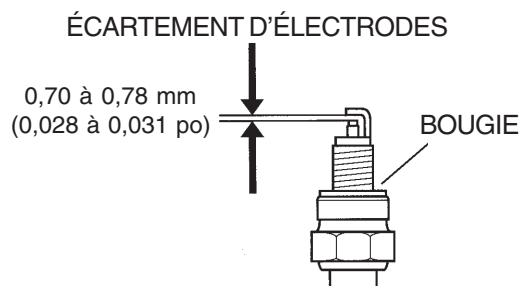

Figure 13. Bougie
- Pour les moteurs Honda, régler l'écartement des électrodes (figure 13) à 0,70 à 0,78 mm (0,028 à 0,031 po). Pour les moteurs Vanguard, ajuster l'écartement des électrodes à 0,76 mm (0,030 po). Ces deux moteurs possèdent un allumage électronique qui ne nécessite pas de réglage. Remplacer la bougie toutes les 300 heures.